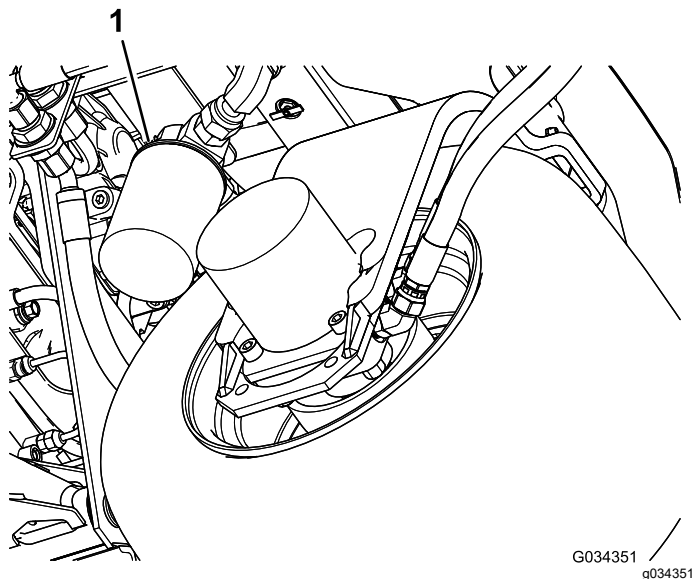

图 79
- 清洁过滤器安装区周围的区域。在过滤器 (图 79) 下面放置一个放油盘并拆下过滤器。